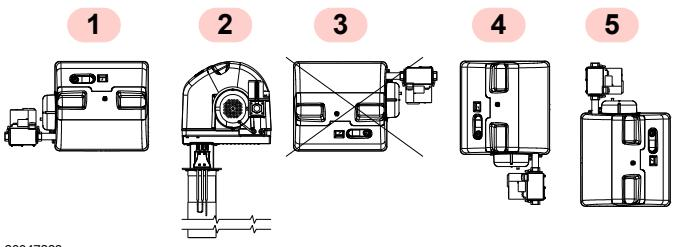

Fig. 4
- Il bruciatore è predisposto esclusivamente per il funzionamento nelle posizioni **1, 2, 4 e 5** (Fig. 4).